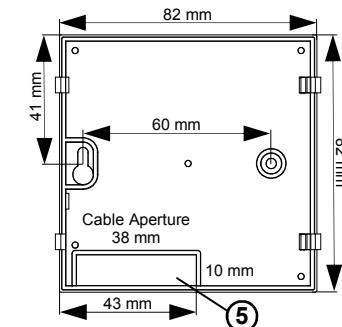

Fig. 2.
2. Fissare la base del termostato alla parete tramite le due sedi per viti con interasse 60 mm (Fig. 2).